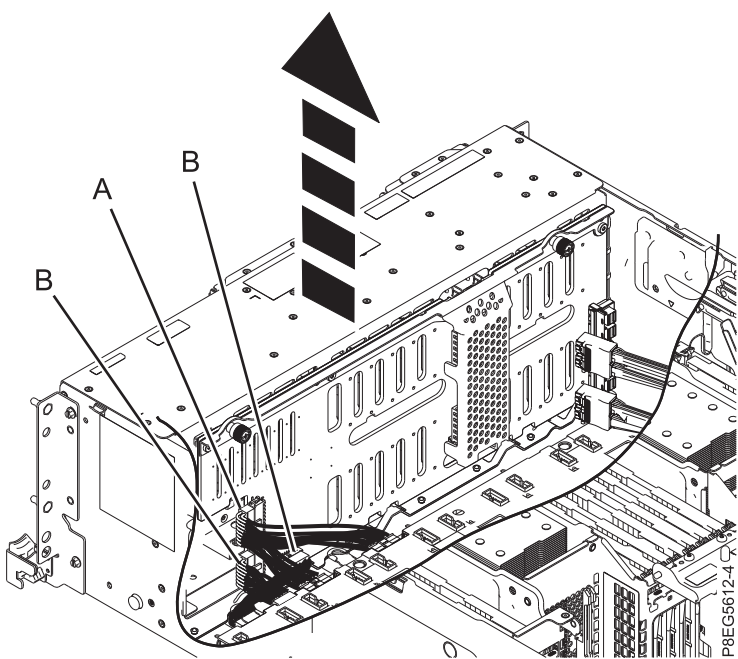

図 15. ディスク・ドライブ・バックプレーンからの電源ケーブル、信号ケーブル、およびコントロール・パネル・ケーブルの切り離し
5. 電源 Y ケーブル (A)、および信号ケーブルとコントロール・パネル・ケーブル (B) にラベルを付け、図 15 に示すようにそれらをディスク・ドライブ・バックプレーンから切り離します。